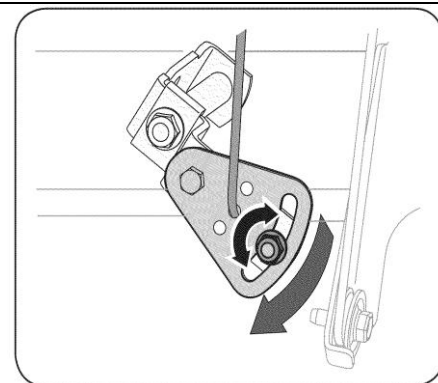

Рис. 25
2. Ослабьте шестигранную гайку на поворотном кронштейне троса переключения скоростей (См. Рис. 25);